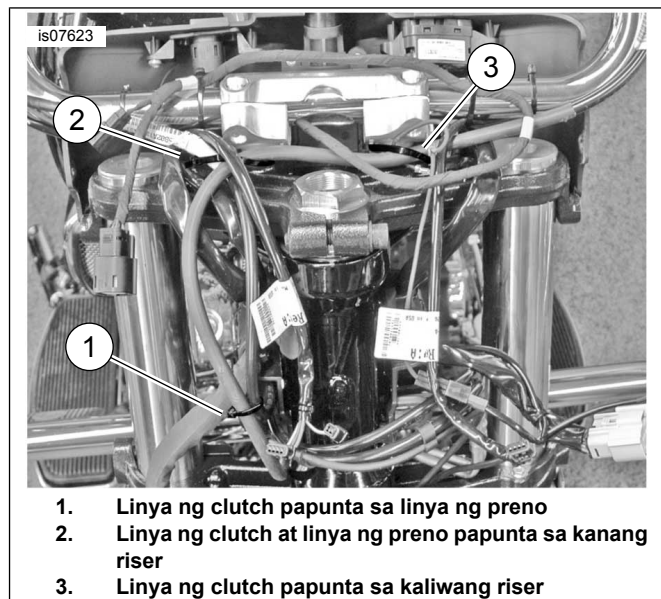

Figure 1. Mga Linya ng Clutch at Prenos, Mga Modelong Fairing (Inalis ang Fairing para Maging Malinaw)
4. **Mga modelong Fairing:** Tingnan ang Figure 1 . Tanggalin ang mga kableng strap na nagpipirmi ng linya ng clutch fluid sa linya ng preno at handlebar clamp.
2. **Mga modelong Fairing:** Tingnan ang Figure 1 . Iruta ang linya ng clutch fluid papasok sa panloob na fairing papunta sa master cylinder habang muling binabaybay ang orihinal na ruta. Maluwag na ikabit ang linya sa bawat handlebar riser at ang linya ng preno gamit ang tatlong bagong kableng strap (hiwalay na mabibili).
9. **Mga modelong Fairing:** Tingnan ang Figure 1 . Ikabit ang linya ng clutch fluid sa handlebar clamp at linya ng preno gamit ang tatlong bagong kableng strap. **Mga modelong FLRT:** Tingnan ang Figure 6 . Ikabit ang kableng strap sa palibot ng frame tube at linya ng clutch sa pamamagitan ng maliit na butas sa bowtie bracket. **Mga modelong Softail:** Tingnan ang Figure 8 . I-adjust ang ruta sa harapan ng ABS (kung kinakailangan) at pababa sa kanang bahagi ng frame tube. Ipirmi sa posisyon tulad ng itinala habang inaalis ito.